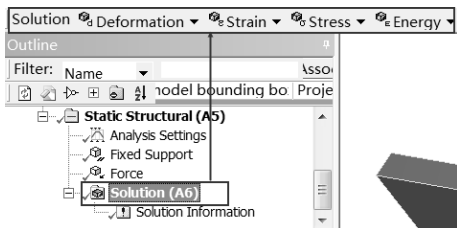

图 4-48 Solution 工具栏
Step1：选择 Mechanical 界面左侧 Outline（分析树）中的 Solution（A6）选项，此时会出现如图 4-48 所示的 Solution 工具栏。